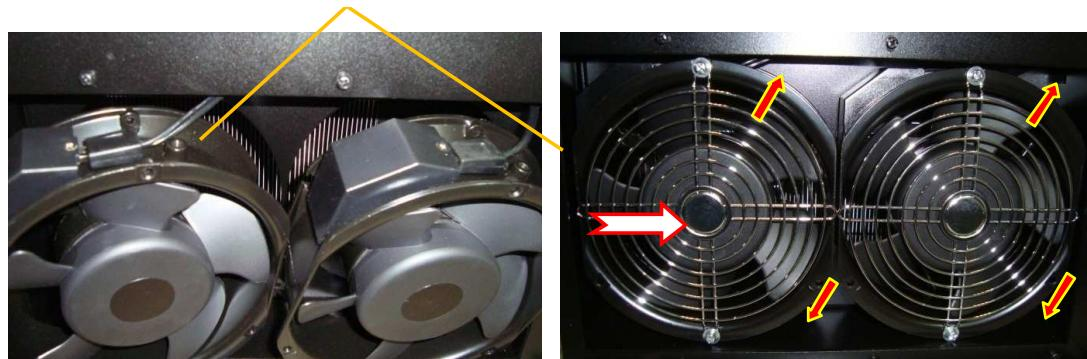

Рис. 7.19
3. закрепить вентиляторы вместе с решетками винтами M4x60 (рис. 7.19).